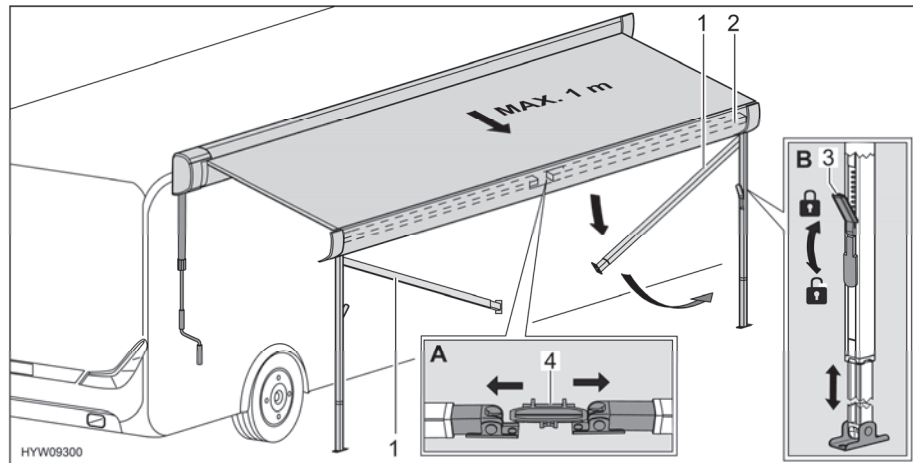

Bild 21 Förbereda stödfötterna
- Lossa stödfötterna (Bild 21,1) ur fästet (Bild 21,4) i frontlisten (Bild 21,2). Tryck stödfötterna lätt utåt (Bild 21,A).
- Lossa stödfötternas lås (Bild 21,3). Fäll ned låsarmen.
- Dra ut stödfötternas nedre del till önskad längd (Bild 21,B).
- Stäng stödfötternas lås (Bild 21,3). Fäll upp låsarmen.